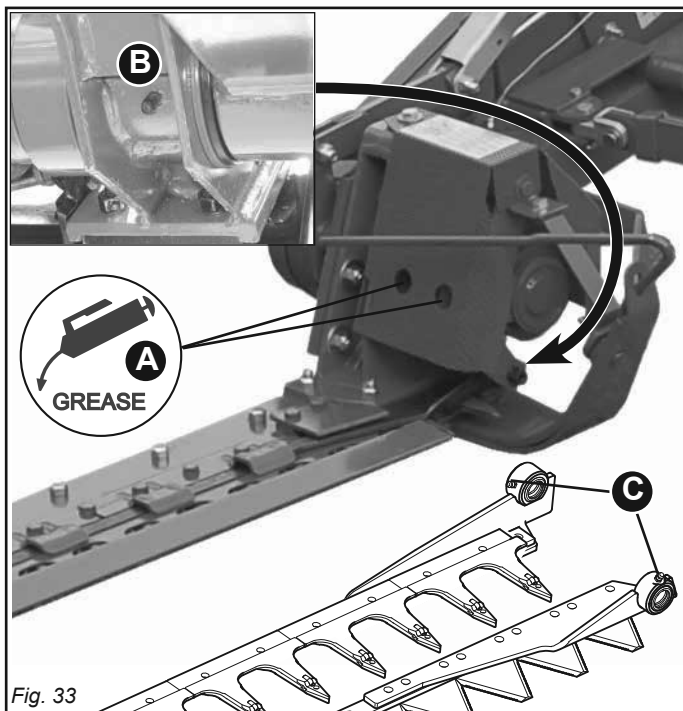

Fig. 33
- Graisser dans les points (A-C, Fig. 33).
- Graisser dans le point (B, Fig. 33).
Dans tous les cas d'entretien des organes de mouvement, il est important de graisser tous les points indiqués sur la figure 33 avant de mettre en fonction la machine.
À chaque fois que l'on démonte et remonte les goujons à expansion, il faut graisser la tête de lame concernée (C, Fig. 33).